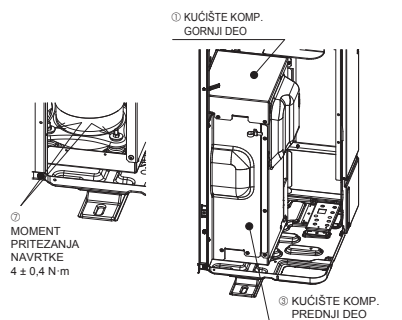

Fig. 4-2
- Nakon uklanjanja pričvrsnih delova kompresora, proverite da li ste pritegli navrtke i vratite GORNJI DEO KUČIŠTA KOMP. i PREDNJI DEO KUČIŠTA KOMP. u prvobitno stanje. (Fig. 4-2)